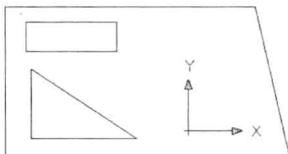

图1-9 定义坐标系
**步骤(9)** 单击菜单【工具】/【新建 UCS】/命令, 以(63,-32)作为原点, 定义如图1-9所示的用户坐标系。